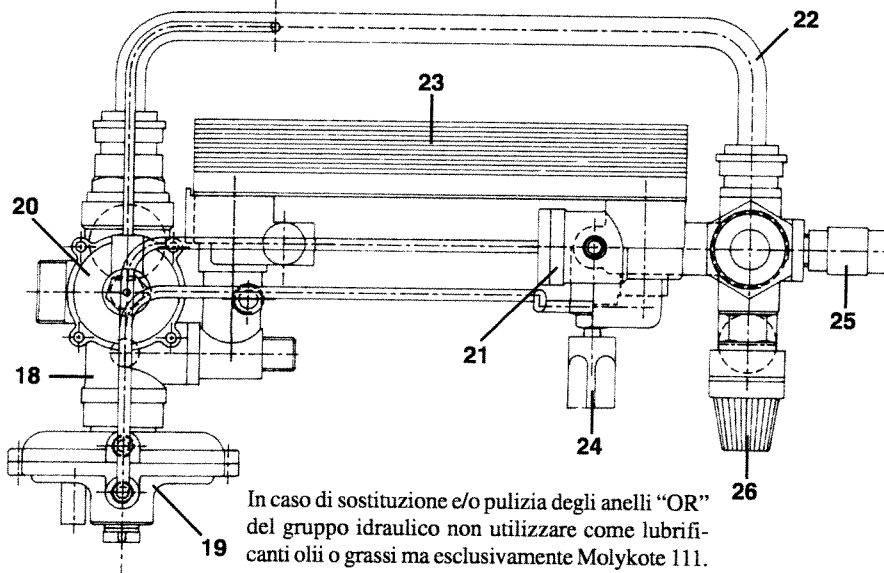

Figura 11
- * svuotare l'impianto, se possibile limitatamente alla caldaia, **mediante l'apposito rubinetto di scarico** (25 figura 11 a pagina 18);
- * togliere i due tubetti di collegamento (figura 11 a pagina 18) tra il gruppo precedenza sanitario (19) ed il sensore di flusso (21);